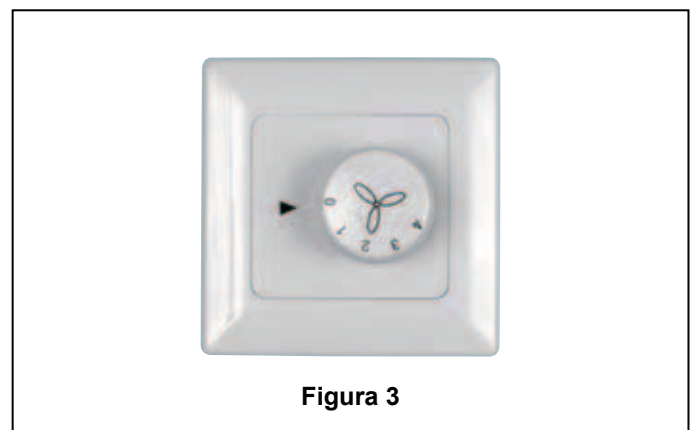

Figura 3
3. Afloje los dos tornillos de fijación del soporte del barral. Alinee los orificios del pasador en el barral con los orificios del soporte del mismo. Coloque el pasador y asegúrelo con el pasador de horquilla. (Figura 3) Asegúrese de empujar la pata recta del pasador de horquilla a través del orificio cerca de la punta del pasador hasta que la parte curva del pasador de horquilla se cierre con un clic alrededor del pasador. El pasador de horquilla debe estar instalado correctamente para evitar que el pasador se afloje. Tire del barral para asegurarse de que el pasador está instalado correctamente.
4. Pase los cables a través de la cubierta de unión del motor y el capuchón (con cubierta para el tornillo del capuchón) del ventilador como se muestra, con el lado abierto apuntando hacia arriba. (Figura 3)
3. Con cuidado, levante el ventilador y apoye la unidad del barral/de la semiesfera en el soporte de suspensión que acaba de fijar a la caja de distribución eléctrica (Figura 3). Asegúrese de que la ranura en la semiesfera esté alineada con el reborde del soporte de suspensión (Figura 2).
## 2. Funcionamiento y uso del control de pared (Figura 3):
3. Desarme la cubierta de la placa de soporte de la caja del interruptor retirando tres tornillos. (Figura 3)